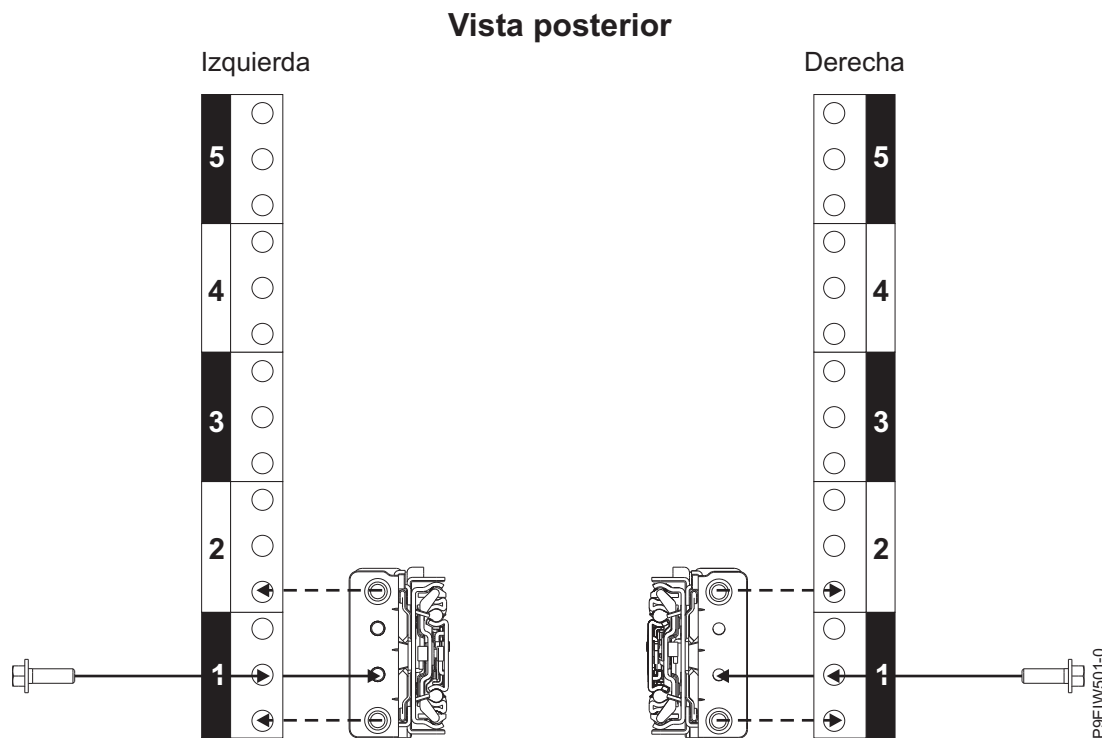

Figura 4. Fijación de los rieles deslizantes a la parte posterior del bastidor
10. File los rieles deslizantes izquierdo (B) y derecho (C) con un tornillo M5x16mm (A), tal como se muestra en la Figura 4. Inserte y apriete cada tornillo en el orificio del reborde de rosca, ubicado en el agujero central de la unidad de bastidor de EIA inferior.